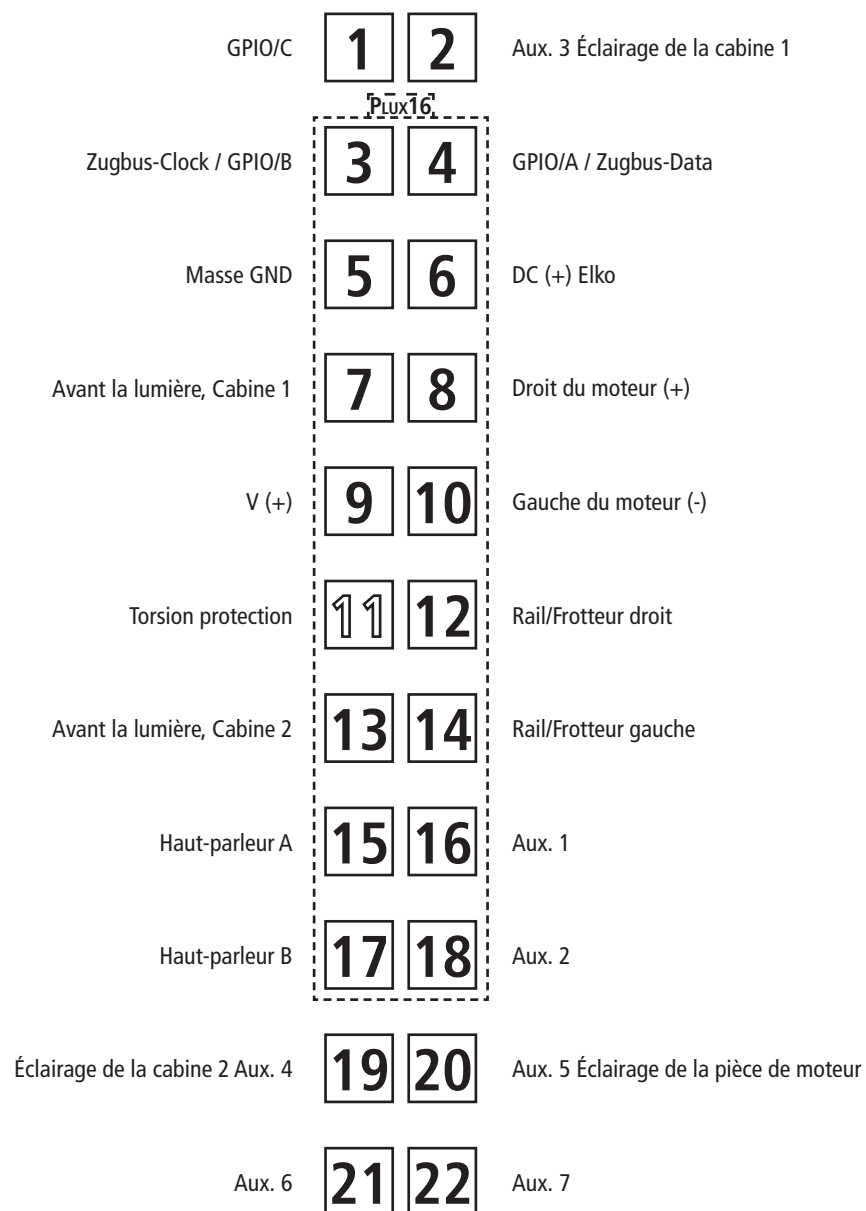

Fig. 8
4. Kohlebürstenwechsel: Lokgehäuse abnehmen (Fig. 3). Danach wird der Motor ausgebaut und die Kohlebürsten ausgewechselt (Fig. 8).
4. Carbon Brush Changing: First remove loco body (fig. 3), and then the motor (fig. 8).
Démontez la caisse (fig. 3). Démontez ensuite le moteur et échangez le balais (fig. 8).